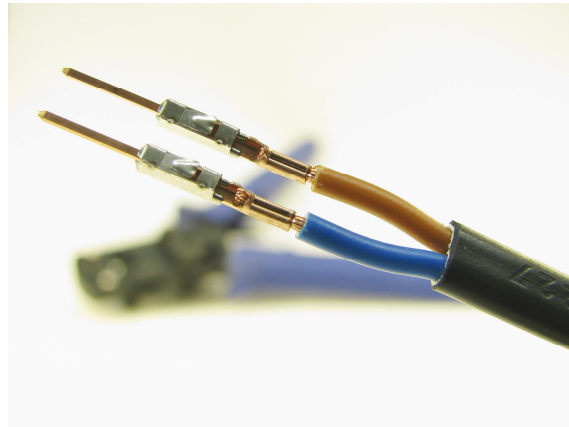

Abbildung 11
3. Zum Schluss wird der Handgriff wieder geöffnet, die Kontaktaufnahme leicht nach Vorn geschwenkt und die Leitung mit den angeschlagenen Kontakten kann entnommen werden (siehe Abbildung 11).